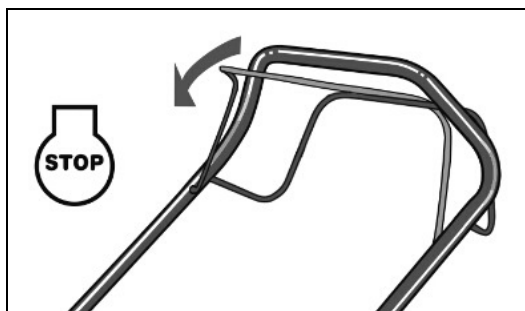

Fig.10
1. Suelte la manivela de mando de detención para detener el motor y la cuchilla (Fig.10).